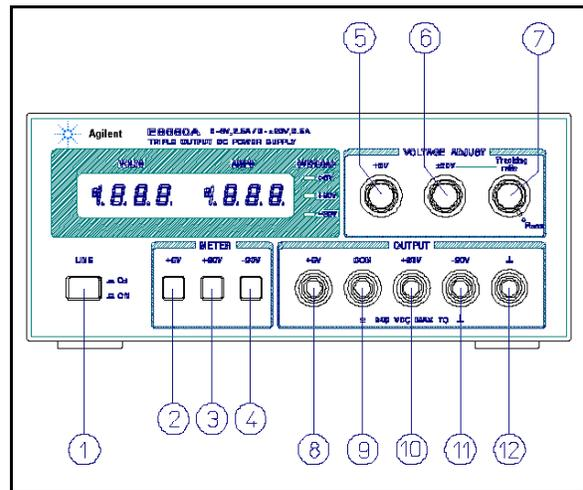

图 2 前面板控制器和指示灯
下面的步骤说明了图 2 中所示的 E3620A 型前面板控制器和指示灯的使用，并大致检查电源是否正常工作。在收到仪器并将其连接到任一负载设备之前，执行此检验步骤或者 Service Information 一节中介绍的更具体的性能测试。
该电源可以单独操作，也可以与其他电源并联或串联操作（参见并联和串联操作段落）。所有输出端子都与地隔离。±20V 和 +6V 输出使用一个公共的输出端子。该公共 (COM) 端子或其他任一输出端子都可以通过前面板接地端子（图 2 中的 ⑫）相对于底座接地，或者所有输出都可以浮置于地。在每个 0 到 ±20V 输出端子和 COM 端子之间，或者 0 到 40V 输出的 -20V 和 +20V 端子之间可以分别连接负载。利用按钮操作的仪表开关，可以快速选择监控的每个电压或电流。要监控 0 到 40V 输出电压，可增加读数为 +20V 和 -20V 输出的伏特计，并使用 +20V 或 -20V 量程来测量电流。